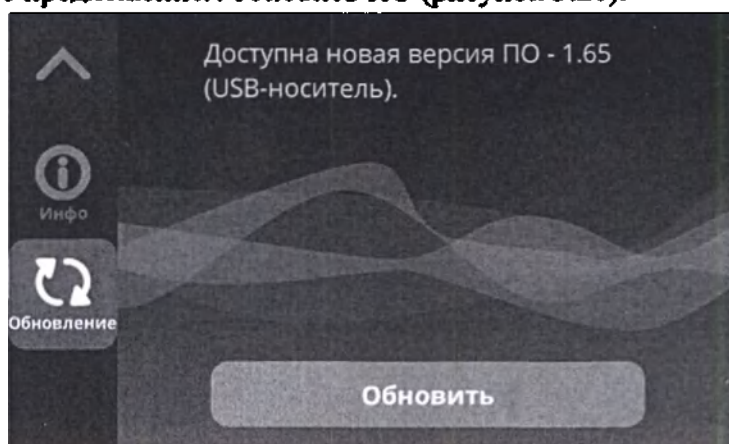

Рисунок 3.26 Предложение обновить ПО
7. Введите сервисный пароль и нажмите на кнопку **Готово**. Программное обеспечение проверит наличие обновлений на USB-накопителе. Если обновление найдено, появится окно с предложением обновить ПО (рисунок 3.26).